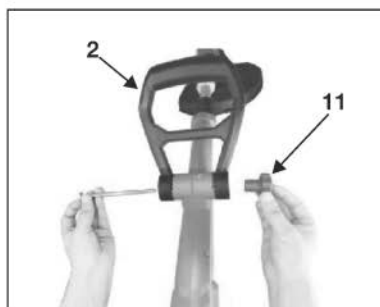

Рис.4
1. Достаньте вспомогательную рукоятку (3) из коробки.
2. Ослабьте зажим вспомогательной рукоятки (5).
3. Вставьте вспомогательную рукоятку (3) в основную рукоятку (4) триммера и проденьте стержень через рукоятку. Рис.4